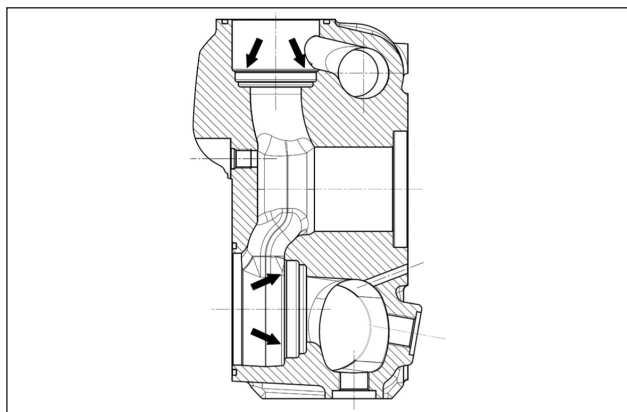

Fig. 143
Antes de volver a colocar los grupos de válvula, limpiar y secar perfectamente los correspondientes alojamientos en la cabeza tal y como indican las flechas (pos. ①, Fig. 143).